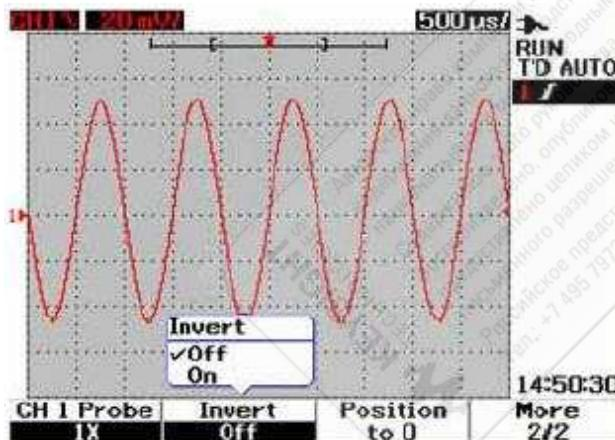

Рис. 3-10 Осцилограмма до инвертирования
Функция Invert инвертирует осцилограмму относительно "земляного" уровня, как показано на рис. 3-10 и 3-11. После инвертирования остается неизменным уровень запуска по вертикали, поэтому не требуется изменение уровня запуска для наблюдения инвертированного сигнала.
2. На странице 2/2 субменю каждого канала вы можете включить (On) или выключить (Off) инвертирование нажатием функциональной клавиши F2. Вид осцилограммы до и после инвертирования проиллюстрирован на рис. 3-10 и 3-11.